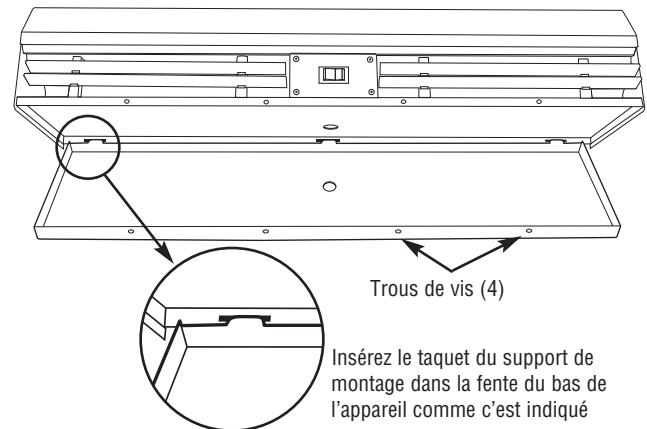

Figure 2
2. Montez l'ensemble de coffret de rideau d'air en le suspendant simplement sur son support de montage, en alignant les taquets verticaux avec les fentes d'assemblage du coffret de rideau d'air (Figure 2). Fixez le coffret de rideau d'air sur son support avec les quatre (4) vis à tête Phillips.